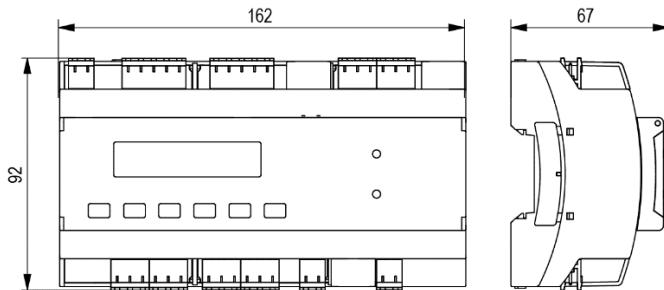

Рисунок 2 – Габаритний кресленик пристрою
- Підготувати на DIN-рейці місце для встановлення пристрою відповідно до розмірів пристрою (див. рисунок 2).